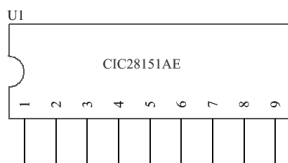

图 4-39 放置音乐集成芯片
(2) 在“库”面板中单击 **Place CIC28151AE** 按钮，放置音乐集成芯片，如图 4-39 所示。